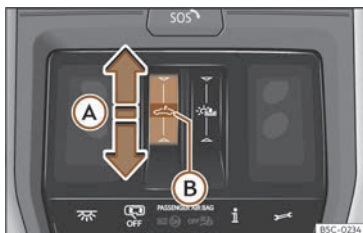

Abb. 87 Im Dachhimmel: Bedienelement für Panorama-Schiebedach.
- Automatische Bewegung: Den Finger nach hinten über den Funktionsbereich >>> (**Abb. 87**) (A) ziehen.
- Innerhalb von etwa 5 Sekunden nach der Aktivierung des Einklemmschutzes den Finger nach vorne über den Funktionsbereich ☞ >>> (Abb. 87) Ⓐ ziehen und gedrückt halten bis das Dach vollständig geschlossen ist.